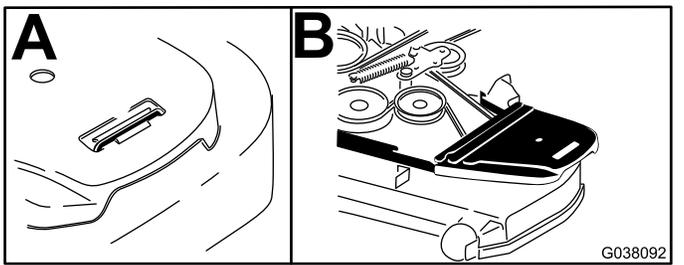

Bild 21
2. Entfernen Sie die rechte Riemenabdeckung (Bild 21).